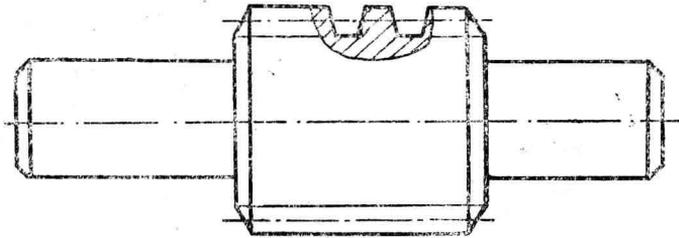

图 10 蜗杆
4) 低速粗、精车如图 10 所示的, 模数  $m = 6\text{mm}$ , 材料为 45 号钢,  $\text{HB} 197 \sim 241$  的蜗杆螺纹表面。